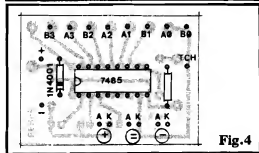

Fig. 4
- FIG. 4 - “CHAPEADO” DA MONTAGEM - VISTA DOS COMPONENTES SOBRE A PLACA - Conforme já foi dito, diretamente em cima das plaquinhas são poucas as peças... Os únicos cuidados que o Leitor/Hobbysta deve ter são quanto ao correto posicionamento do Integrado (extremidade marcada voltada para a localização do diodo) e do diodo (extremidade marcada “virada” para a borda da placa que contém as conexões aos LEDs...). O “grosso” das ligações são feitas externamente à placa, através dos vários contatos periféricos devidamente codificados e cujos detalhamentos serão vistos adiante...
pelo lado não cobreado (como na fig. 4). Observar (e comparar com a fig. anterior...) os códigos atribuídos a cada ponto periférico de ligação...)